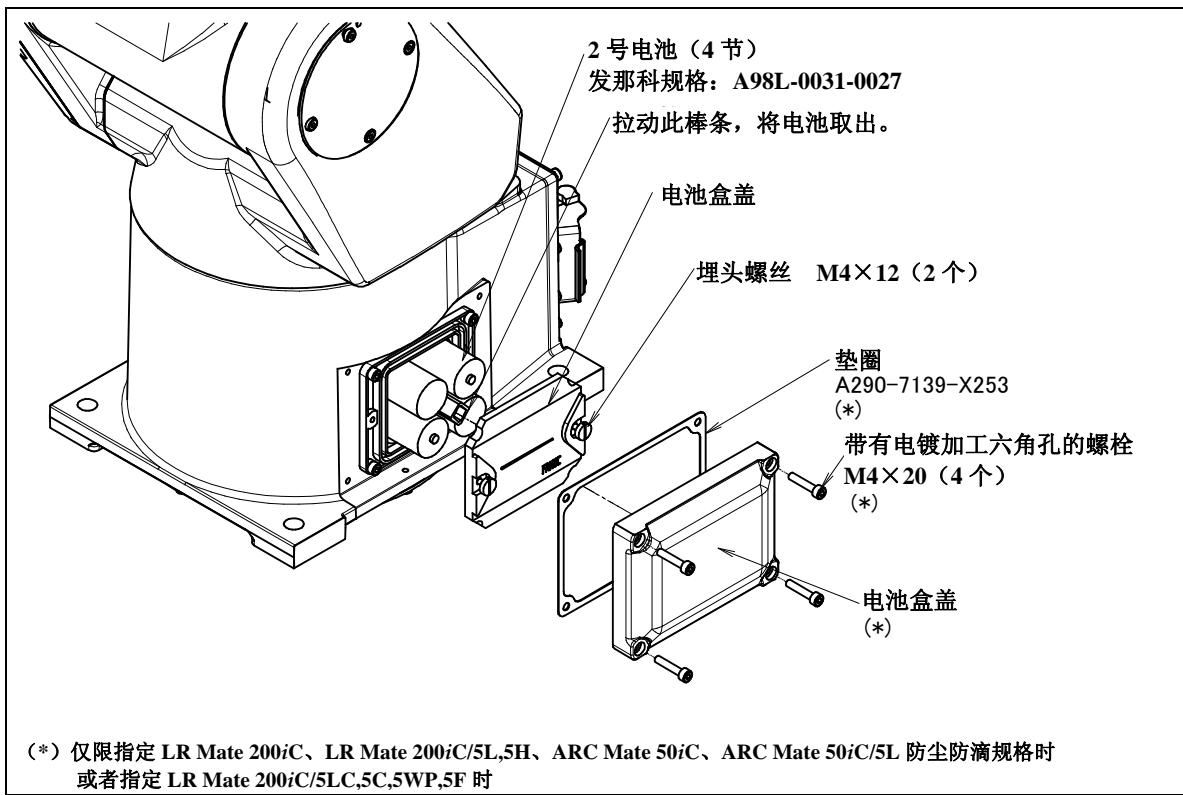

图 7.2 (a) 更换电池 (指定内置电池时)
- 2 防尘防滴强化规格或者 5LC,5C,5WP,5F 的情况下，拆除电池盒盖。（图 7.2(a)）